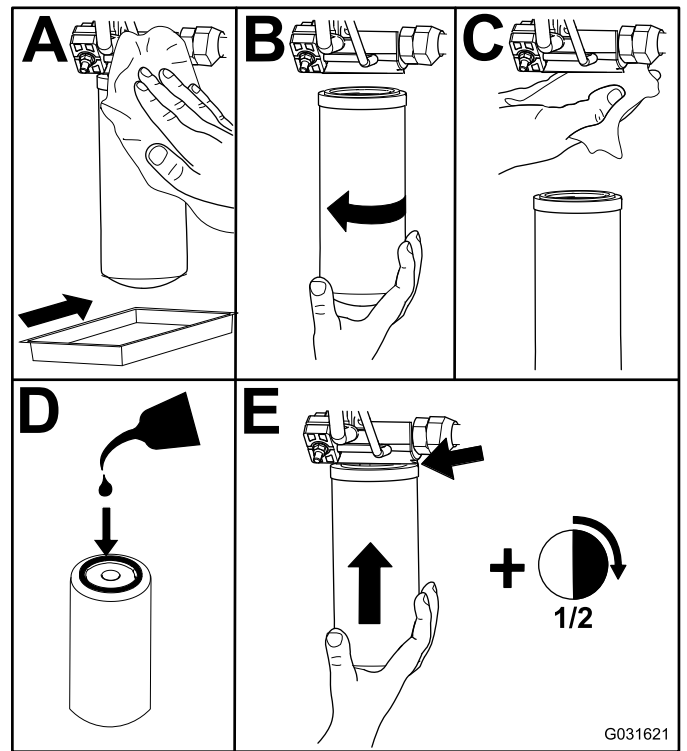

Figura 106
- Cambie los filtros hidráulicos (Figura 106).